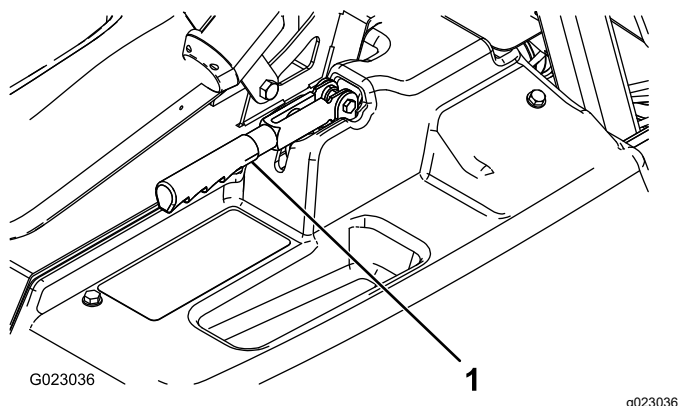

Figura 53
2. Desaperte o parafuso de afinação que fixa o manípulo à alavanca do travão de estacionamento (Figura 53).